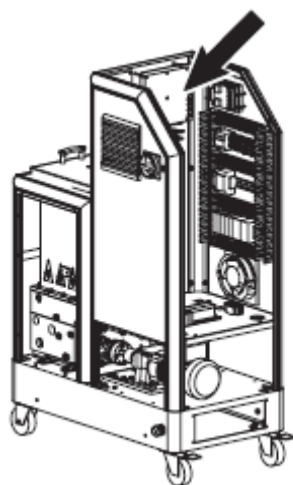

图 5-9 PCA 主板的位置
3. 参见图 5-9 打开电控柜操作面板并找到 PCA 主板